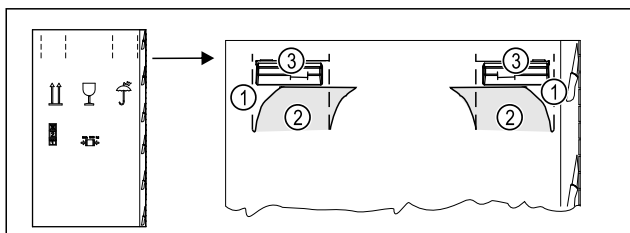

Fig. 3
- ▶ 按下包装箱顶部的易撕条 Fig. 3 (1)。
- ▶ 拉出已压入的箱体挡板 Fig. 3 (2)。
- ▶ 可看见左右提手 Fig. 3 (3)。
- ▶ 抓住冰箱的提手 Fig. 3 (3)。
- ▶ 拉出已压入的箱体挡板 (2)。